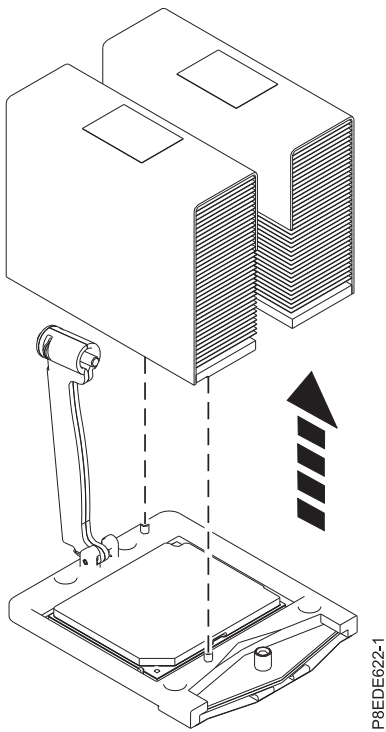

Figure 6. Retrait du dissipateur thermique
7. Tenez le dissipateur thermique et retirez-le en le soulevant à la verticale, comme illustré dans la figure 6.